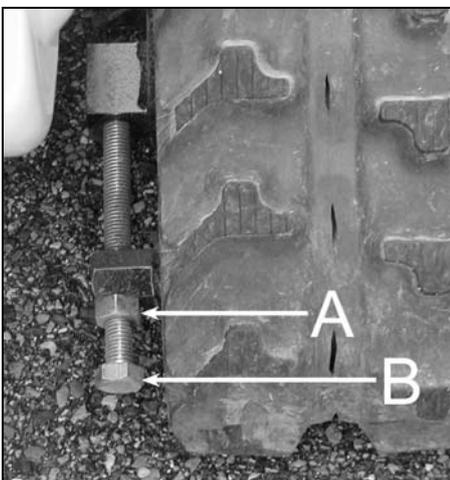

Figure 27
2. Dévissez le contre écrou de la roue de tension à l'arrière (figure 27, repère A).